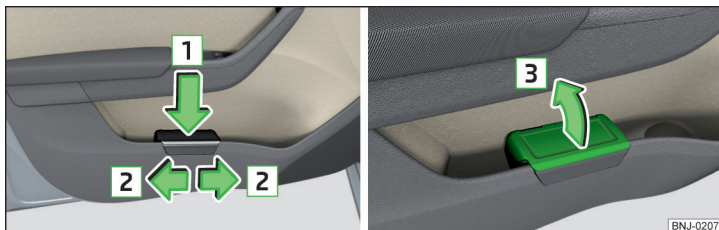

Bild 78 Papperskorg: sätta i och förskjuta/öppna
- Tryck in papperskorgen baktill i pilens riktning **1** » bild 78.
- Ta ut papperskorgen i motsatt riktning till pilen **1** » bild 78.
- Lyft locket i pilens riktning **3** » bild 78.